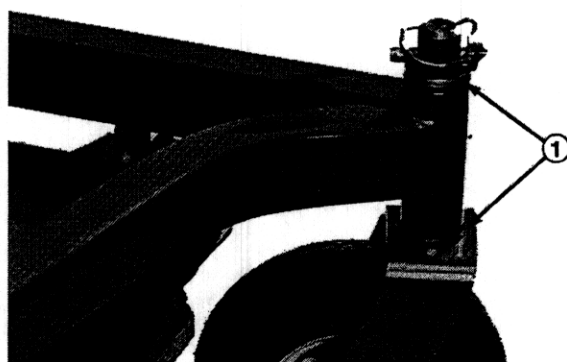

Figure 3
4. Introduire un chasse-goupille en haut ou en bas du tube de montage et chasser le manchon du tube (Fig. 3). Chasser aussi l'autre manchon du tube. Nettoyer l'intérieur des tubes.